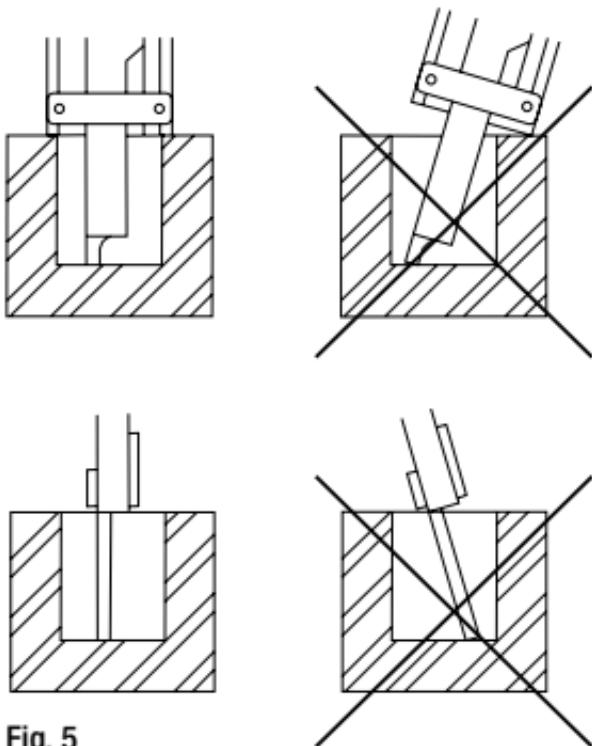

Fig. 5
- **Misurazione di profondità:** mantenere l'asta di misurazione della profondità (3) perpendicolare alla parte inferiore dell'elemento da misurare (fig. 5).